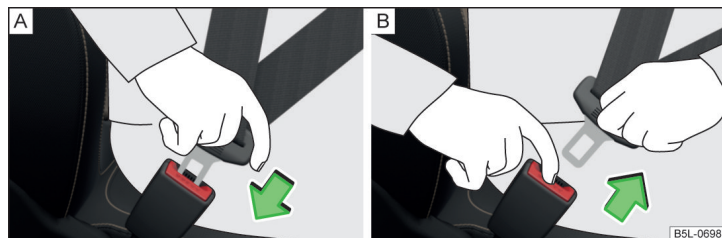

Fig. 18 Colocar y quitar el cinturón de seguridad
- Introduzca la lengüeta en el cierre correspondiente al asiento » **fig. 18** - **[A]** hasta que se oiga como encaja.
- Agarrar la lengüeta del cinturón y pulsar la tecla roja en el cierre del cinturón » **fig. 18** - **[B]**, la lengüeta del cinturón saldrá disparada.